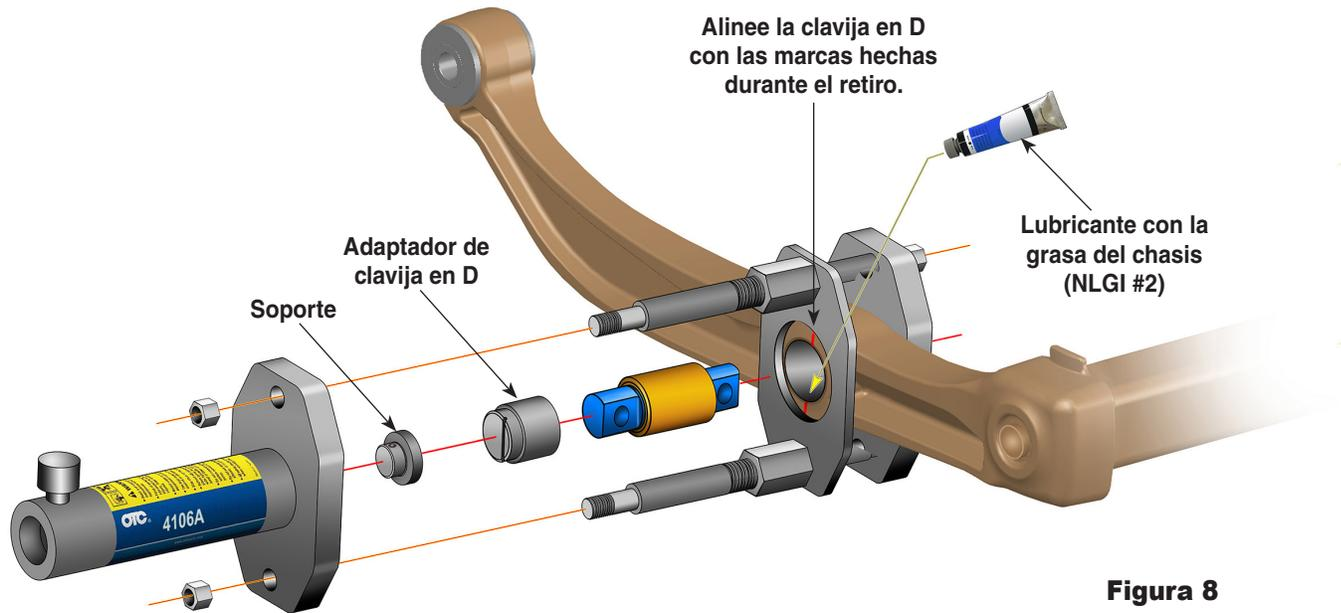

Figura 8
1. Limpie y lubrique bien toda la superficie del diámetro interior del rodillo y del exterior del buje. Consulte la figura 8.